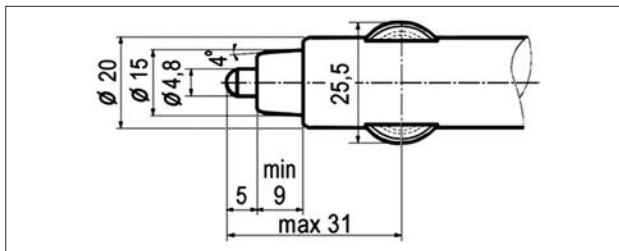

Рис. 18. Вилка для подключения
2. Если вилка (разъем) электрического прибора слишком свободно или слишком плотно размещается в розетке, это может привести к плохому контакту или заклиниванию вилки (разъема). Используйте электрические приборы только с вилками (разъемами), указанными на рис.18, или с соединительными элементами, пригодными для использования с разъемами стандарта SAE.